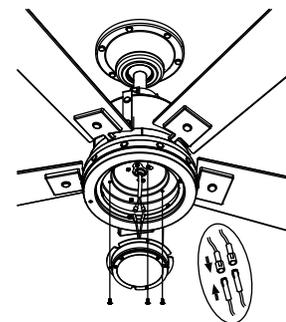

Fig. 20
Étape 1. Tenir le kit d'éclairage près du boîtier de l'interrupteur et connecter les fils BLANCS du kit d'éclairage et du ventilateur en rapprochant les connecteurs. Procéder de la même façon avec les connecteurs NOIRS (Fig. 20).
Étape 2. Rentrer les connexions soigneusement dans le kit d'éclairage. Aligner trois trous ronds sur le kit d'éclairage et le boîtier de l'interrupteur. Serrer fermement avec les 2 vis trouvées dans le matériel du kit d'éclairage (Fig.20).